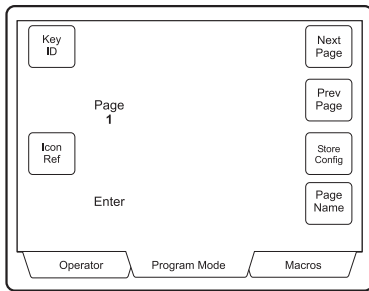

Figure 3: Menu de configuration de macro
3. Appuyez sur la touche logicielle MACRO CONFIG (CONFIGURATION DE MACRO). Le **Menu de configuration de macro** s'affiche (figure 3).
- Une fois le titre achevé, appuyez sur la touche logicielle ENTER (ENTRÉE). Le menu de l'éditeur de texte se ferme et le **Menu de configuration de macro** est réapparaît à l'écran (figure 3).
- Sur la **Menu de configuration de macro** (figure 3), appuyez sur la touche logicielle STORE CONFIG (ENREGISTRER LA CONFIGURATION).
- Appuyez sur la touche logicielle MACRO CONFIG (CONFIGURATION DE MACRO). Le **Menu de configuration de macro** s'affiche (figure 3).